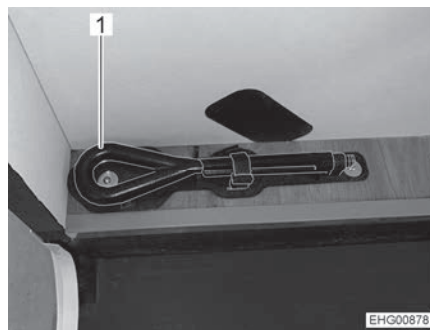

Fig. 1 Occhione di traino
- ▷ Nelle istruzioni per l'uso del veicolo di base Ford è descritto che l'occhione di traino si trova sotto il sedile del passeggero. Nell'autocaravan l'occhione di traino (Fig. 1,1) è invece ubicato in un supporto sul rialzo del pavimento nel garage di coda o nel vano portabombole.